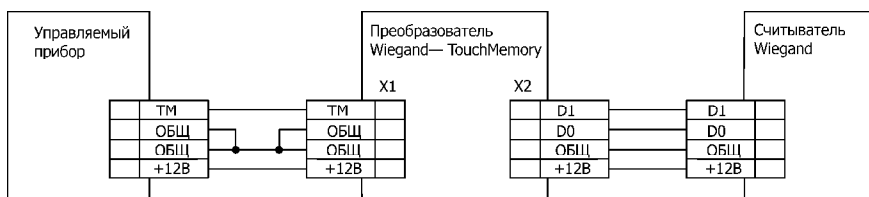

Рис.3 Схема подключения преобразователя к управляемому прибору и считывателю Wiegand
Клеммники X2 и X1 предназначены для подключения к выходу считывателя Wiegand и ко входу ТМ управляемого прибора. Схема подключения – см.рис.3.
3. Произведите прокладку соединительных проводов, чтобы они не препятствовали перемещению по помещению, и произведите их подключение к планируемым устройствам. Схема подключения – см.рис.3. Допускается прокладка соединительных проводов вдоль силовых кабелей.